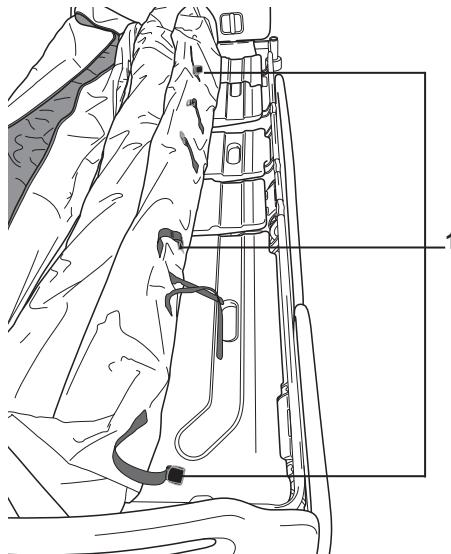

图 8：床垫带全景视图
6. 使用床垫底部的床垫带（如图 8 的编号 1 所示）将床垫固定到床架上。床架每侧有三根带子，头脚两端总共六根带子（如图 8 所示）。此外，还有两根 Skin IQ 带。确保床垫固定在床架的铰接段（如图 8 所示）。